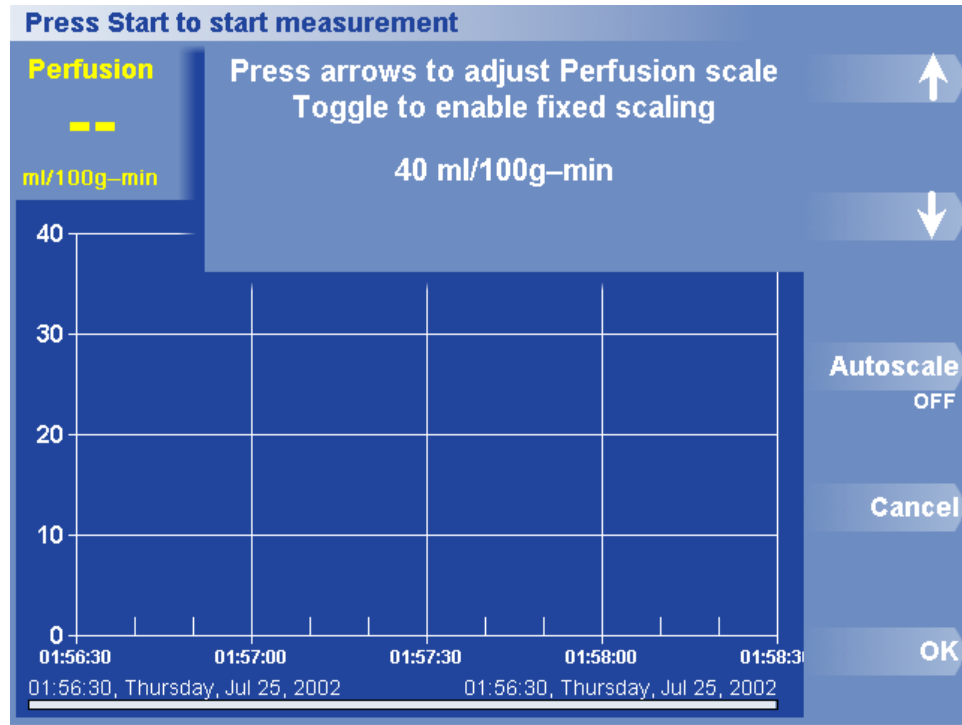

Figure 35. Boîte de dialogue et menu Définir une plage de perfusion
1. Cliquez sur Options > View Data > Set Perfusion Range (Options > Afficher des données > Définir une plage de perfusion). La boîte de dialogue Définir une plage de perfusion apparaît (figure 35).